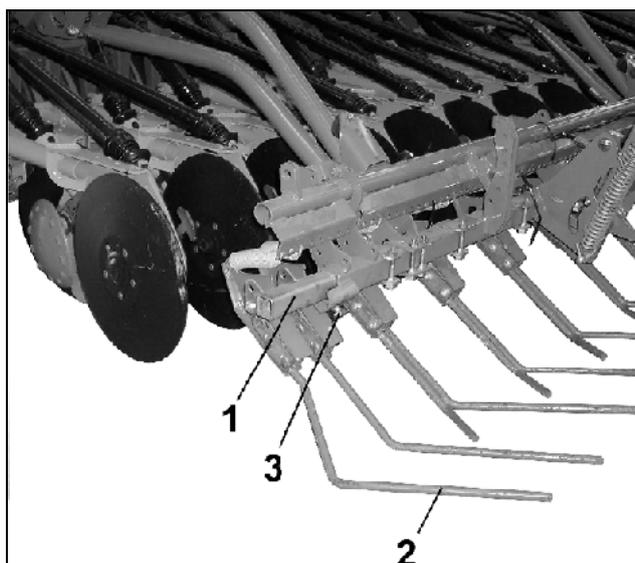

Fig. 27
Le recouvreur FlexiDoigts (Fig. 27) recouvre de façon homogène la semence déposée dans les sillons avec de la terre foisonnante et nivelle le sol. Il est possible de régler
- En conséquence, les FlexiDoigts extérieurs (Fig. 27/2) doivent être réglés de manière à ce que la terre non rappuyée puisse être ramenée, afin de réaliser un lit de semis parfaitement égalisé.
- Plus vous adoptez une vitesse d'avancement élevée, et plus il faut déplacer vers l'extérieur le tube carré (Fig. 27/1) sur lequel sont fixés les FlexiDoigts d'extrémité.
- Une fois positionnés convenablement, les tubes carrés supports des FlexiDoigts d'extrémité doivent être bloqués en place à l'aide des vis (Fig. 27/3).